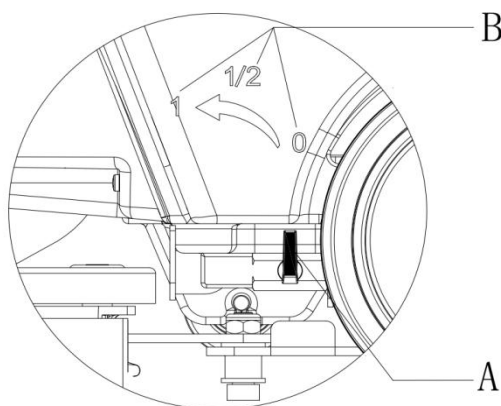

Figura 7
L'interruttore (45) deve essere sulla "0" prima della regolazione della manopola (A, Figura 7).
Regolare la manopola della valvola per determinare il volume del flusso d'acqua in base al bisogno effettivo. B in Figura 7 mostra il volume del flusso d'acqua.